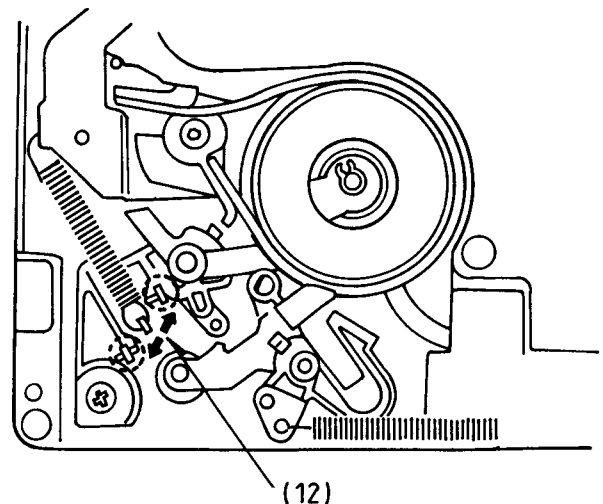

Fig. 22
- Weicht der abgelesene Bandzug vom Sollwert 0,2 N ... 0,25 N ab, den Bandzug durch Umhängen der Feder (12) auf den Sollwert einstellen (Fig. 22).
- If the measured value is different from the specified value of 0.2N ... 0.25N, relocate the spring (12) to obtain the specified value (Fig. 22).